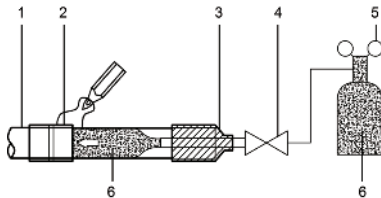

Рис. 6.3
- Если во время пайки труб заполнен азотом, необходимо снизить давление зота до 0,02 МПа с помощью редукционного вентиля. См. рис. 6.3